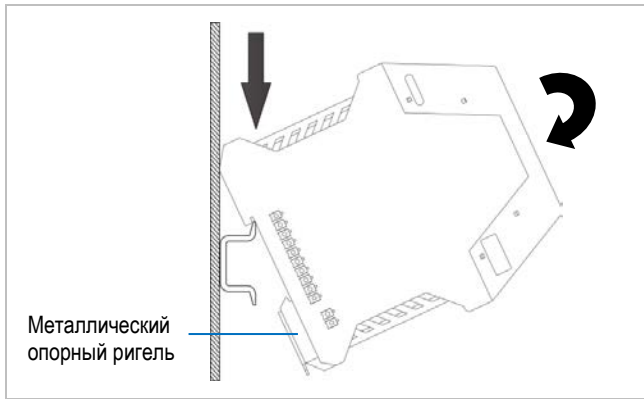

Рисунок 7: Фиксация расширительного модуля на несущей рейке
Положение использования	Металлический опорный ригель – нижний (см. рис. 7)
1. Установить расширительный модуль на несущую рейку, оставив сбоку расстояние до соседнего модуля прибл. 10 мм, как показано на рис. 7 (вставить в верхний удерживающий паз и при помощи металлического опорного ригеля зафиксировать на несущей рейке). Затем установить в ряд практически без бокового зазора между соседним модулем (модулями) удаленного ввода/вывода.